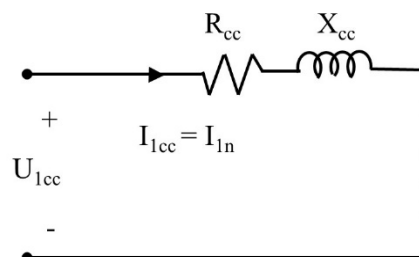

Figura 2
- b) Simular el circuito equivalente del ensayo de cortocircuito del transformador del ejercicio anterior en el programa QUCS (circuito de la figura 2) para comprobar el valor de la intensidad de cortocircuito  $I_{cc}$  (1,5 puntos)